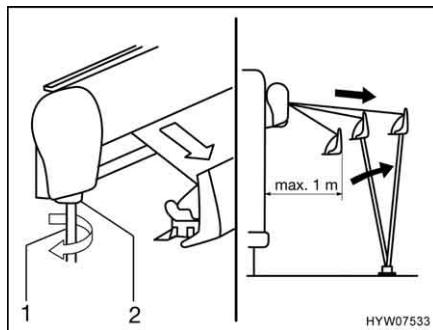

Fig. 7 Estrazione della tenda
- Inserire la manovella (Fig. 7,1) nel supporto a baionetta (Fig. 7,2) della tenda e girarla in senso antiorario.